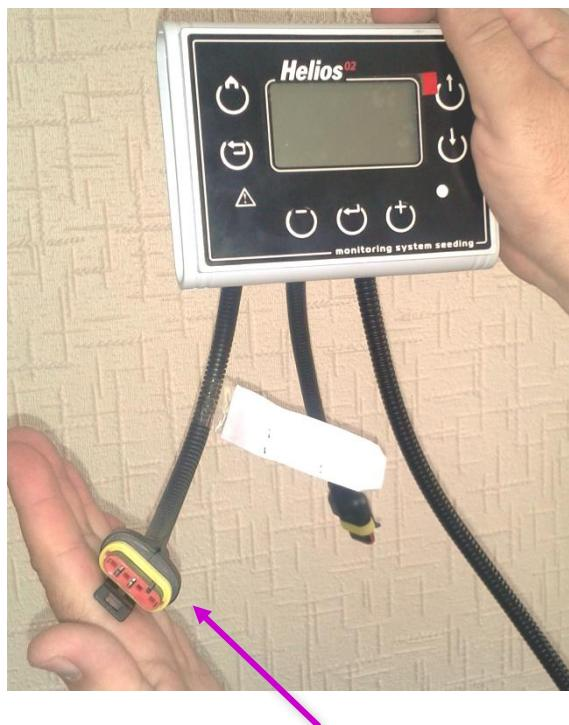

Рисунок 28 КАБЕЛЬНЫЙ ВВОД ЖГУТА СВЯЗИ
1. Отключите все датчики высева от кабельного ввода жгута связи на панели оператора (четырехконтактный разъем, см. «Рисунок 28»).
2. Датчик, которому нужно установить новый программный адрес, подключите к кабельному вводу жгута связи на панели оператора (см. «Рисунок 28»).